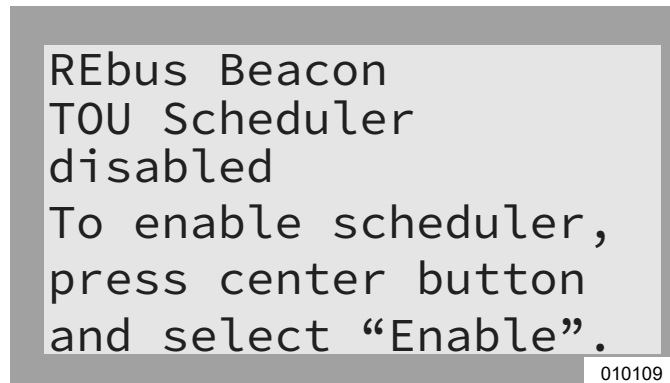

Figura 6-11. Configuración del programa TOU (1 de 4)
1. Consulte la Figura 6-11. Navegue hasta la página de dispositivo Beacon y presione el botón central para ingresar al menú del dispositivo.